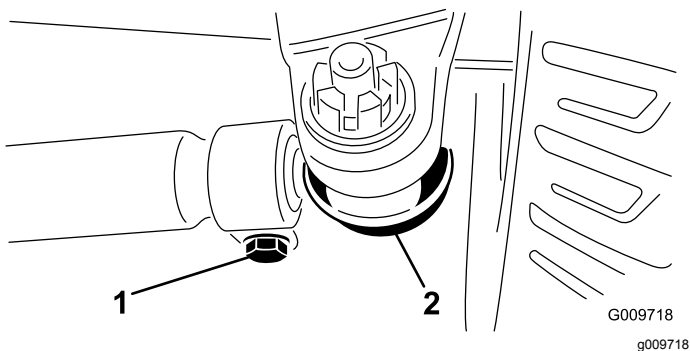

Figura 71
2. Para ajustar, remova o contrapino e a porca de cada uma das rótulas da barra de ligação (Figura 71) e retire a rótula da barra de ligação da caixa de suporte do eixo.
3. Desaperte as abraçadeiras que estão em ambas as extremidades das barras de ligação (Figura 71).
4. Rode a rótula desligada para dentro ou para fora uma (1) volta completa e aperte o grampo na extremidade solta da barra de ligação.